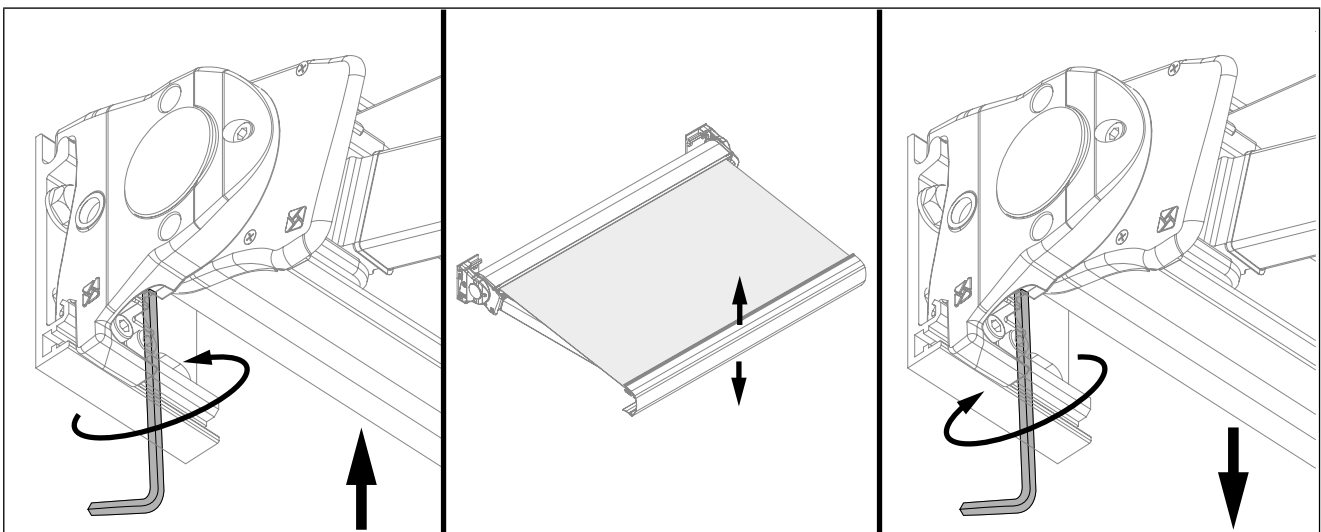
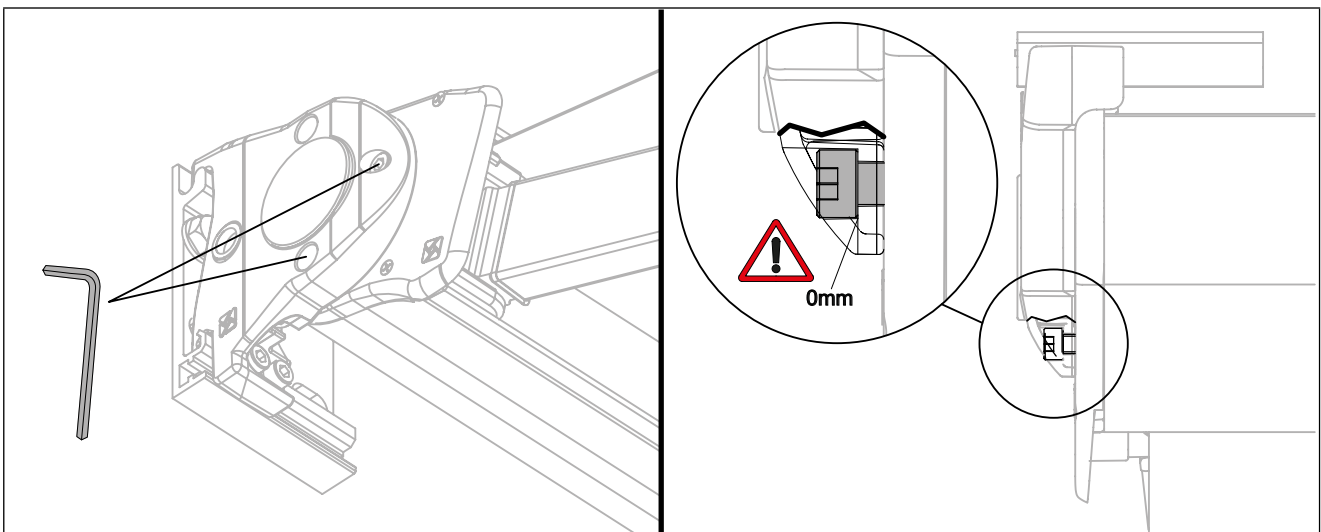

Fig. 13
Fig. 15
A) Vedi "Fig. 13" Pag. 16; B) "Fig. 15" Pag. 17